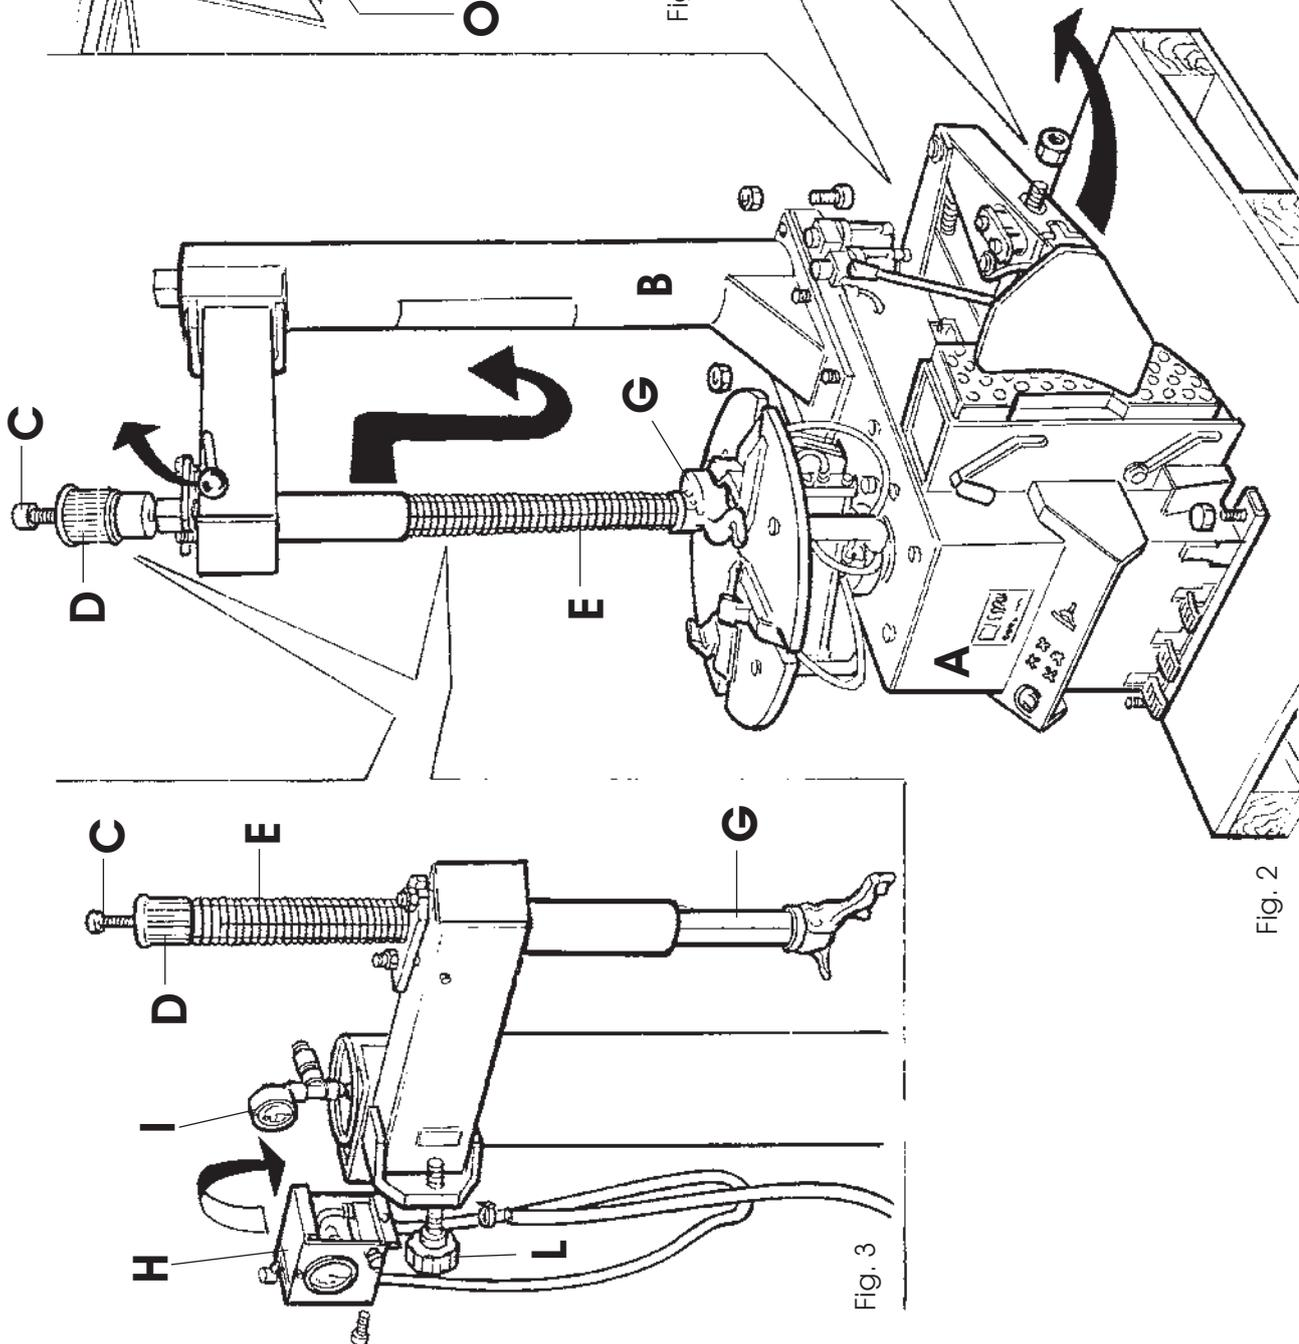
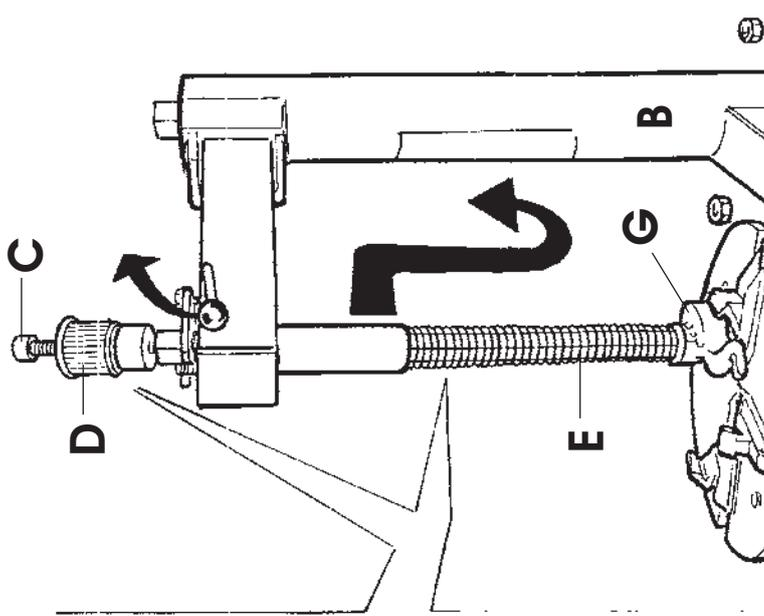

Fig. 2
Fig. 3
- ❑ Soulever la tour "B", la poser sur le bâti "A" et la fixer avec les boulons et les écrous fournis (Fig. 2).
- ❑ Enlever la vis "C" qui maintient le bouton "D" et la tour "G" (Fig. 2). Pousser la tour vers le bas pour l'éloigner du bras oscillant "F". Dégager le ressort "E" de la tour, remonter (dans le même sens) la tour "G" dans le bras oscillant "F" et remettre le ressort "E" en place (Fig. 3). Remonter le bouton et le fixer avec la vis (Fig. 3).
- ❑ Monter le boîtier avec le manomètre "H" sur la tour (Fig. 3) et le fixer.
- ❑ Enlever le bouchon et visser à la place le groupe clapet + manomètre "I" (Fig. 3).
- ❑ Visser le bouton de réglage "L" (Fig. 3)